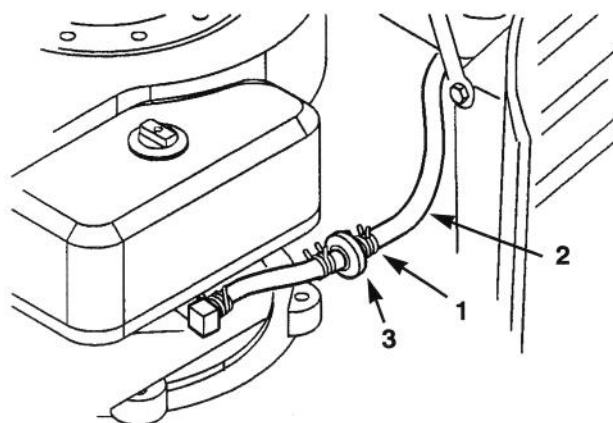

Figure 24
3. Pincer les extrémités du collier de serrage et les faire coulisser le long du flexible d'alimentation vers le réservoir (Fig. 24).
4. Retirer le flexible d'alimentation du filtre (Fig. 24) et laisser l'essence s'écouler dans un récipient.